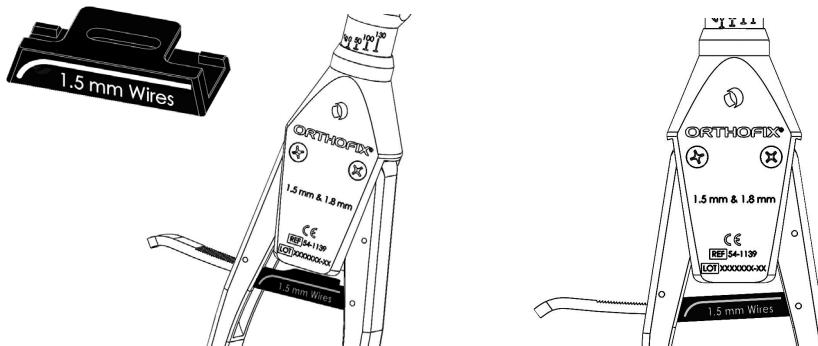

Figure 2
- Bara när du spänner trådar med en diameter på 1.5mm ska du använda den specifika spänningsbegränsaren (54-1141) för att fysiskt begränsa den applicerade spänningen till 90kg. Se till att spänningsbegränsaren infogas korrekt, var uppmärksam på lasermärket (fig. 2).